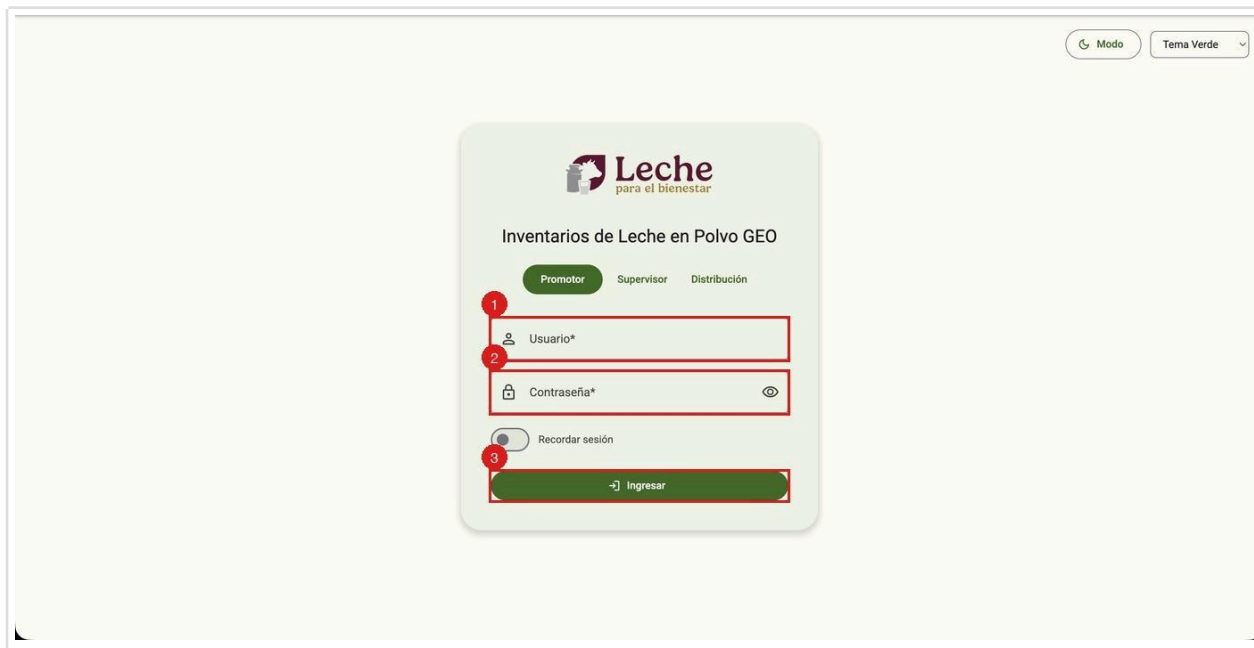

Figura 1.1 — Pantalla de inicio de sesión
- Cada figura está numerada (Figura 1.1, 1.2, etc.) y listada en el Índice de figuras.